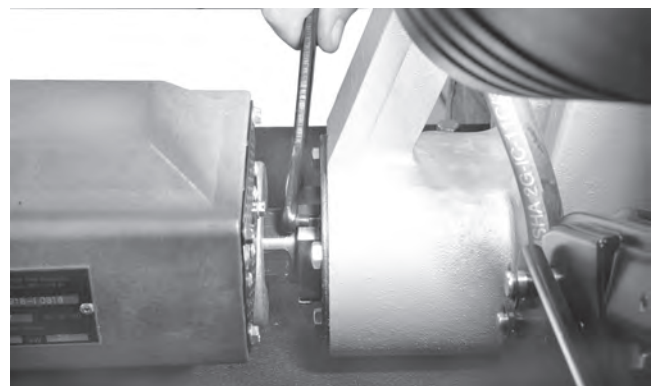

Abbildung 25 – Lösen und Entfernen der Haltemutter der Antriebswelle
3. Entfernen Sie die Antriebswelle von der Vorderseite des Rollnutgeräts (Abbildung 25).
4. Entfernen Sie die Haltemutter des Antriebswellenlagers mit dem Kamerakopf-Schlüssel (*Abbildung 25*).